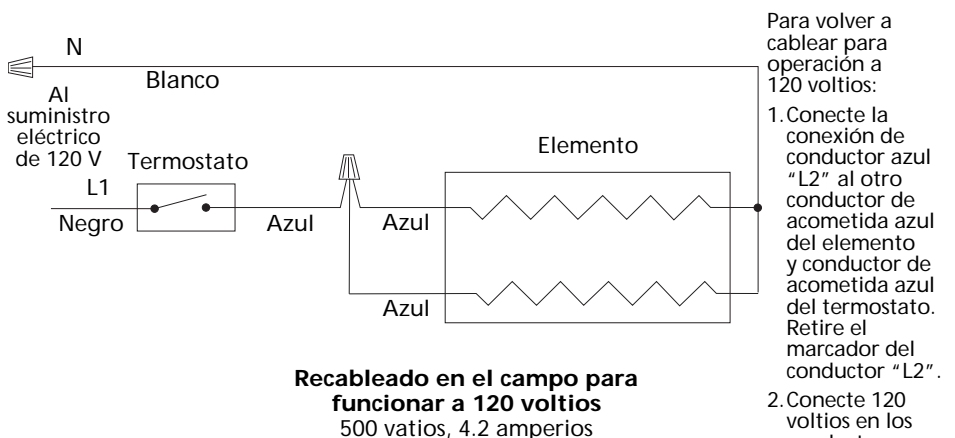

Figura 4
4. Para operar el calentador a una tensión de 120 voltios, será necesario volver a cablear el calentador como se muestra en la Figura 4, donde el conductor de acometida azul L2 debe
- conectarse a la conexión de conductor del otro conductor de acometida azul del elemento y conductor de acometida azul del termostato. Retire el marcador del conductor L2. Conecte 120 voltios en el conductor de acometida negro L1 y el conductor de acometida blanco N. Consulte la Figura 4, página 2.